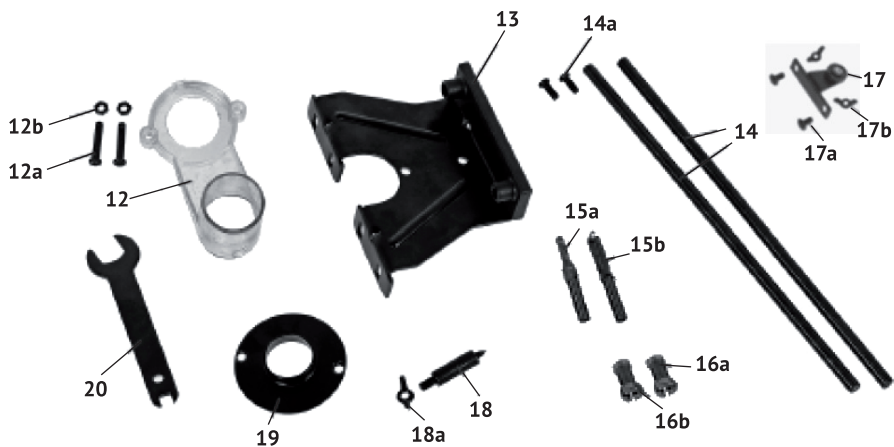

рис.2
- параллельный упор (рис.2 поз.13) с осями (рис.2 поз.14) позволяет обрабатывать изделие на определённом расстоянии от прямолинейного края заготовки (фрезерование пазов, канавок, сверление отверстий и т.п.);
- роликовая направляющая (рис.2 поз.17), закреплённая на параллельном упоре (рис.2 поз.13), позволяет производить фрезерование на равном расстоянии от края заготовки любой конфигурации (прямолинейная, криволинейная, угловая);
- остриё циркуля (рис.2 поз.18), закреплённое на параллельном упоре, даёт возможность обработки заготовки по кольцу, кругу, дуге;
- направляющая втулка (рис.2 поз.19), позволяет фрезерование заготовки
Пластиковый патрубок пылеотвода (рис.2 поз.12) позволяет подключить пылесос для удаления стружки из зоны фрезерования.